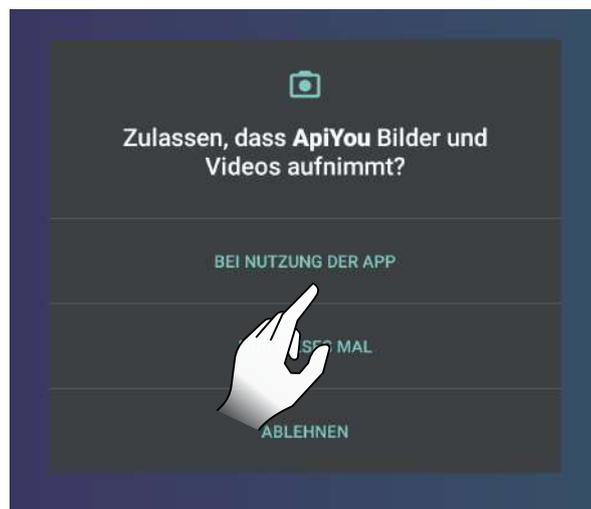

Abb. 8.1
- Ob der QR-Code korrekt eingescannt wurde. Ob ApiYou die Erlaubnis für die Verwendung der Kamera erteilt wurde. Ist dies nicht der Fall, bleibt der gescannte Bereich komplett schwarz, somit die Erlaubnis wie in Abb. 8.1 und 8.2 gezeigt ändern oder manuell den 16-stelligen Code eingeben